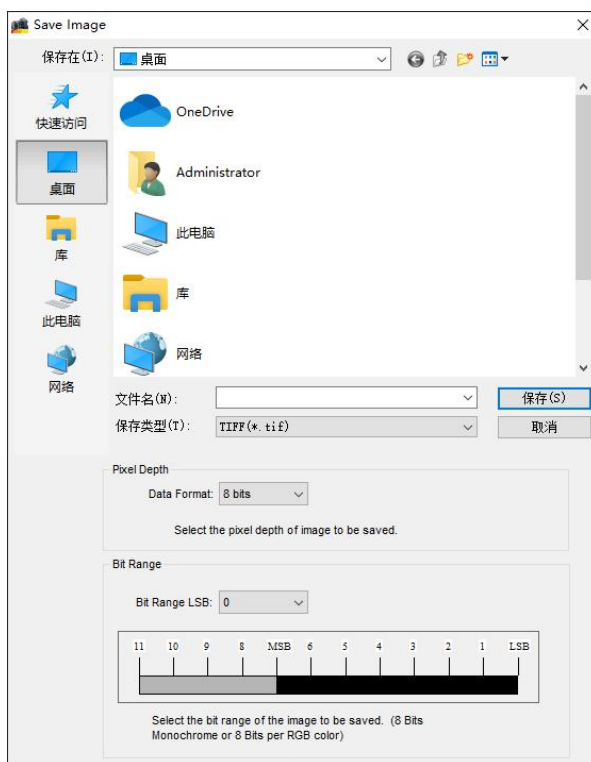
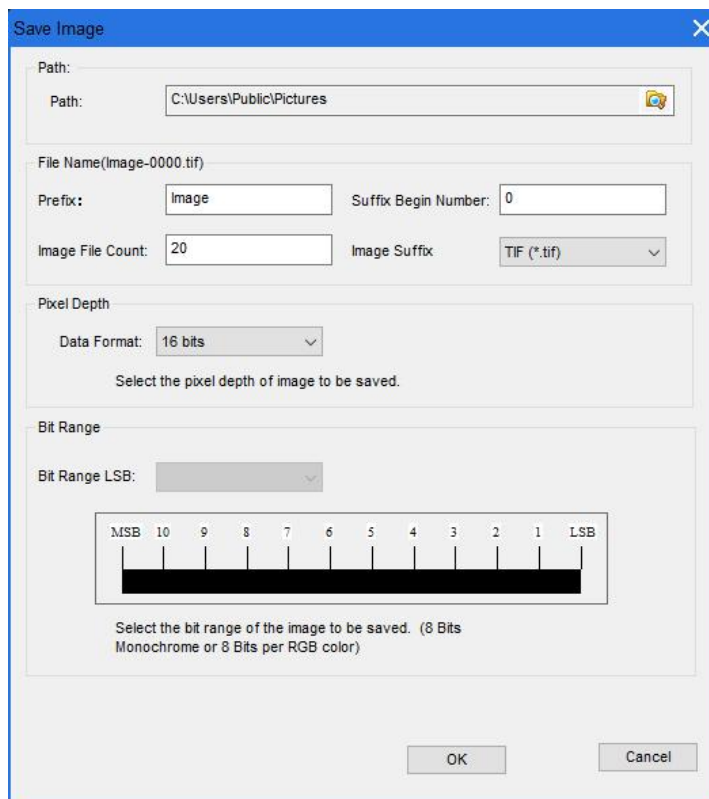

图 9 保存单张图片对话框
图 10 连续保存图片设置对话框
④对于像素深度大于 8bit 的图像，用户可以选择保存全部像素信息或者截取其中任意 8bit 的图像数据进行保存。当用户选择保存全部像素信息时（即图 9 中“Pixel Depth”面板中选择“16 bits”），每个像素的每个通道数据会保存在两个字节中；当用户希望截取任意 8bit 的图像数据进行保存时（即图 9 中“Pixel Depth”面板中选择“8 bits”），可以在“Bit Range”面板中选择保存图像的有效数据范围。
对于像素深度大于 8bit 的图像，用户可以选择保存全部像素信息或者截取其中任意 8bit 的图像数据进行保存。当用户选择保存全部像素信息时（即图 10 中“Pixel Depth”面板中选择“16 bits”），每个像素的每个通道数据会保存在两个字节中；当用户希望截取任意 8bit 的图像数据进行保存时（即图 9 中“Pixel Depth”面板中选择“8 bits”），可以在“Bit Range”面板中选择保存图像的有效数据范围。